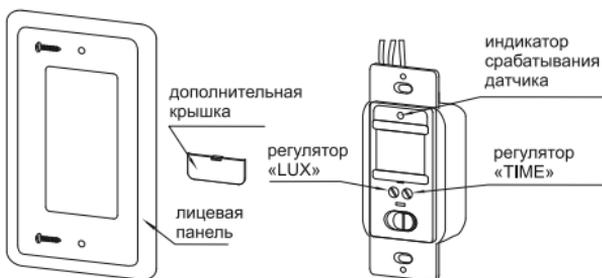

Рисунок 12 – Конструкция датчика движения ДД 028
- открутите два винта и снимите лицевую панель с основания датчика (рисунок 12);
Регулятор выдержки времени включения датчика TIME находится под дополнительной крышкой (рисунок 12), которая снимается с помощью отвёртки. Регулировка осуществляется с помощью отвёртки с прямым шлицем.